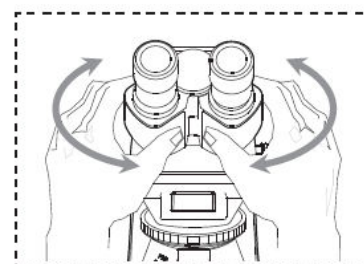

Fig. 11
a) Reglarea distanței interpupilare (Fig.11) În timp ce priviți prin oculare, reglați viziunea binoculară până când câmpurile de vizualizare stânga și dreapta coincid complet.